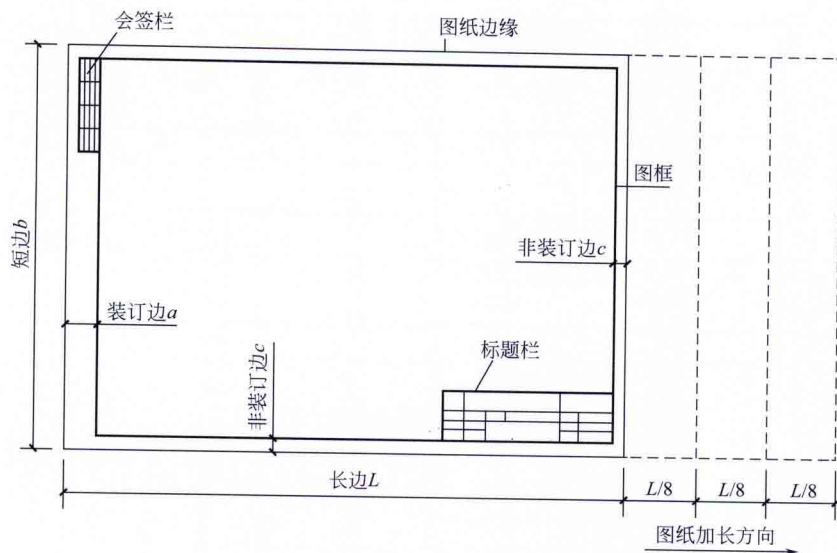

图 1-23 横幅
(1) 以短边作垂直边的图纸称为横幅，以短边作为水平边的图纸称为竖幅。一般A0～A3图纸宜为横幅（见图1-23），但有时由于图纸布局的需要也可以采用竖幅（见图1-24）。
(2) 只有横幅图纸可以加长，而且只能长边加长，短边不可以加长，按照国标规定每次加长的长度是标准图纸边长度的1/8。
(3) 一个工程设计中，每个专业所使用的图纸，一般不宜多于两种幅面，不含目录及表格所采用的A4幅面。